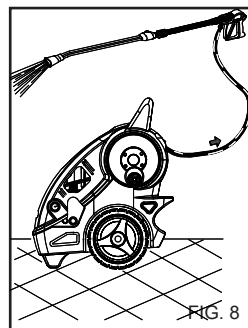

FIG. 8
Après l'emploi d'un détergent, le circuit d'aspiration doit être rincé avec de l'eau propre (fig. 8).
1) Après utilisation avec un détergent rincer le circuit d'eau H.P: faire fonctionner la pompe pendant 1 minute en fermant complètement le robinet de dosage. (fig. 8).
4) Après utilisation avec un détergent rincer le circuit d'eau H.P: faire fonctionner la pompe pendant 1 minute en fermant complètement le robinet de dosage. (fig. 8).